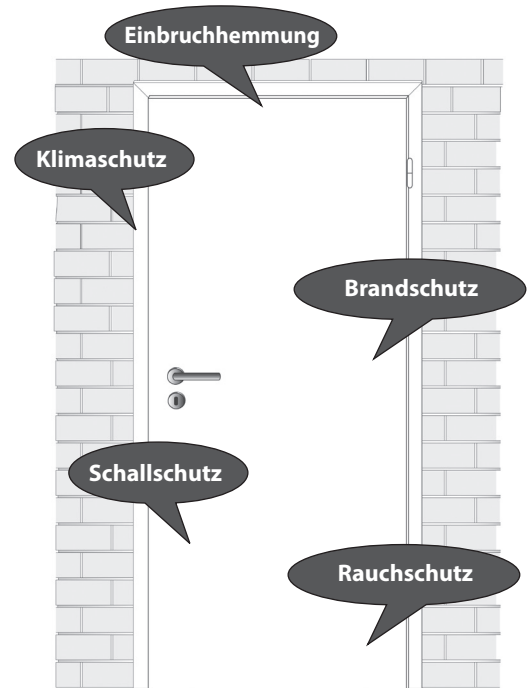

Abb. 1: Technische Anforderungen an Innentüren
1. Die Anforderungen und Ausführungen an Innentüren sind je nach Einsatzort und -zweck unterschiedlich (Abb. 1). Die präzisen Anforderungen für die gewünschten Türelemente sollten vor der Bestellung exakt ermittelt werden.